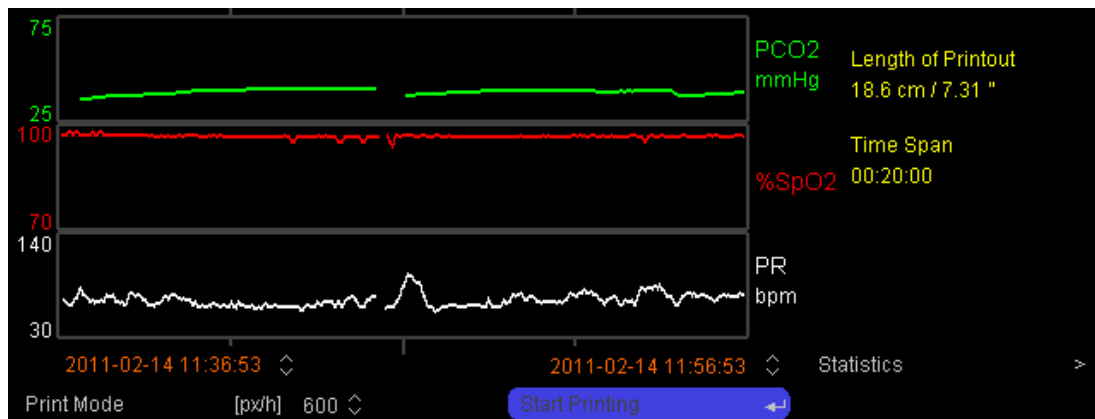

図 11 トレンドデータレビュー画面
SDM は、PCO₂、PO₂、SpO₂、PR、RHP、PI の各データに加えて、そのパラメータのアラーム限界違反についても自動的に内部メモリに保存します。その上、ステータス情報 (4.3.5)、重要な設定 (例：アラーム関連の設定、センサ温度関連の設定)、ならびにセンサとモニターに固有の情報 (シリアル番号、ソフトウェアバージョン) を保存します。SDM の内部メモリにデータがある場合は随時、サブメニュー「Review/Print Trend Data (トレンドデータレビュー・インサツ)」(表 56、4.12.4) で希望する測定範囲を選択し、グラフィック形式のトレンドと統計的概要を後で画面表示あるいは印刷することが可能です (図 11、図 12、図 13)。V-STATS を使用すると、内部メモリに保存されたトレンドデータを SDM のシリアルインターフェースまたは LAN インターフェース (5.2、5.3) 経由でダウンロードし、後でデータ表示、データ分析、印刷可能なレポートの作成を行うことができます (V-STATS 取扱説明書を参照)。
-  **注記：** 選択された時間レンジ内で収集されたデータに対応するグラフィック形式のトレンドと統計的概要は、直接印刷 (図 13) するか、まず SDM 上に表示 (図 11、図 12) するかのいずれかが可能です。
-  **注記：**メニューセレクトボタン (4.1.4) を使用して「トレンドデータレビュー画面」(図 11) からサブメニュー「Review/Print Trend Data (トレンドデータレビュー・インサツ)」(表 56) に戻ってくる場合、レビューまたは印刷の時間レンジを選択する 4 つのパラメータ設定は現状が維持されます。その結果、選択内容を再入
通常の測定が選択されている場合は、ユーザーの選択・設定によってトレンドデータがグラフィック形式で表示される「トレンドデータレビュー画面」(図 11) が開き、V-Check 測定が選択されている場合は「V-Check 結果画面」(図 17) が開きます。
これら 3 種類のメニューパラメータを用いて、各パラメータに対し、「トレンドデータレビュー画面」(図 11) およびグラフィックのプリントアウト (図 13) でトレンドデータプロットに使用されるレンジ (y 軸) を選択します。工場出荷時デフォルトおよび可能な選択は表 56 に記載されています。
-  **注記：**「オンライントレンド」と「トレンドデータプロット」の違いに十分注意を払ってください。「オンライントレンド」の場合、グラフの右側は現在時刻に相当し、グラフは自動的に更新されます。その際、更新の間隔は、オンライントレンドで選択された時間レンジに依存します (表 38)。SDM は、各種測定画面 (4.2.3) で「オンライントレンド」を表示します。「トレンドデータプロット」(図 11) の場合、グラフの右側は選択した時間レンジの終了時間に相当し、終了時間は過去のどの日付と時刻でも構いません。「トレンドデータ」プロットが更新されないことにもご注意ください。時間レンジは、メニューで調整および更新する必要があります。
「トレンドデータレビュー画面」(図 11)にある機能「Statistics (トウケイ)」は「トレンドデータ結果画面」を起動します。
サブメニュー「Review/Print Trend Data (トレンドデータレビュー・インサツ)」(4.12.4、表 56) および「トレンドデータレビュー画面」(4.12.5.1、図 11) にある機能「Start Printing (インサツカイシ)」は、現在選択された時間レンジについて、グラフィック形式のトレンドに続き統計的概要のプリントアウトを起動します。